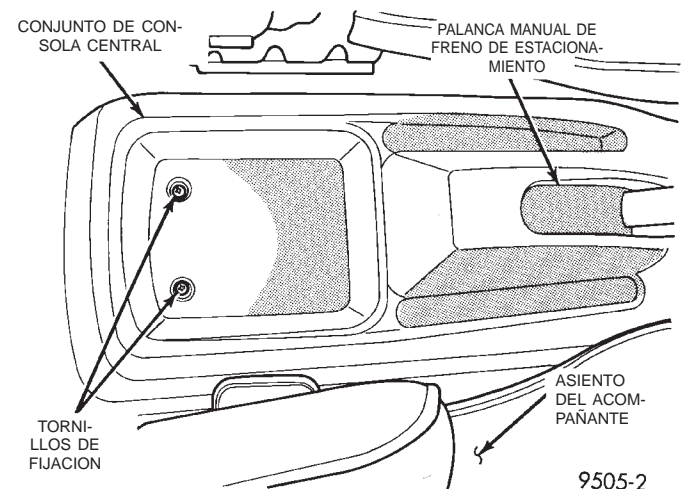
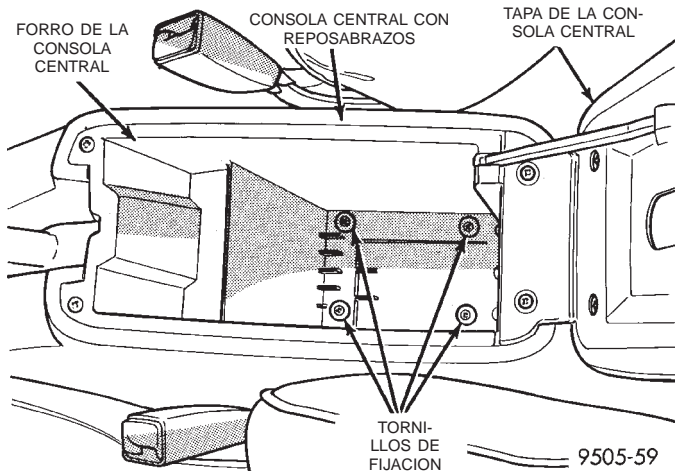

Fig. 45 Tornillos de fijación de la parte trasera de la consola central sin reposabrazos
Fig. 46 Tornillos de fijación de la parte trasera de la consola central con reposabrazos
(1) Retire los tornillos que fijan la parte trasera del conjunto de consola central en el soporte de la consola (Fig. 45) o (Fig. 46).
- (4) Instale la consola central.
- (5) Instale los 4 tornillos de fijación del conjunto de consola (Fig. 45) o (Fig. 46).
- (6) Efectúe un ciclo de la palanca de estacionamiento a fin de emplazar los cables de freno de estacionamiento. Retorne luego la palanca a su posición de retroceso. Verifique las ruedas traseras del vehículo. Deben girar libremente sin roce.